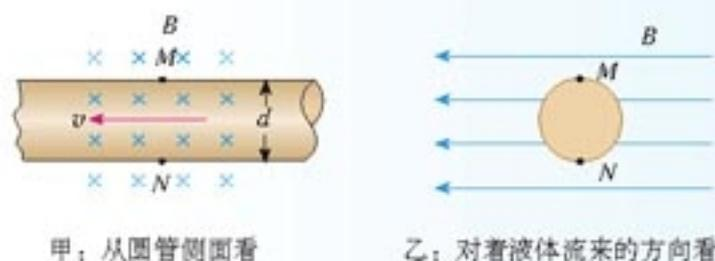

图 4.4-8 电磁流量计的示意图
7. 图 4.4-8 是电磁流量计的示意图。圆管由非磁性材料制成, 空间有匀强磁场。当管中的导电液体流过磁场区域时, 测出管壁上 MN 两点间的电动势 E , 就可以知道管中液体的流量 q ——单位时间内流过管道横截面的液体的体积。已知管的直径为 d , 磁感应强度为 B , 试推出 q 与 E 关系的表达式。假定管中各处液体的流速相同。